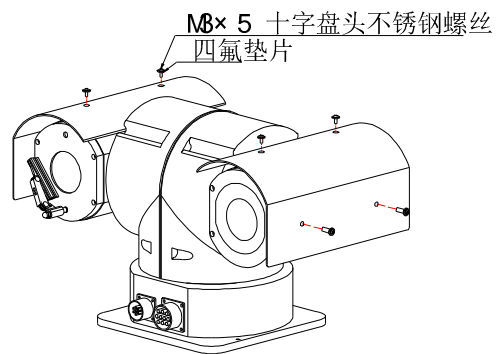

图 3
- 2) 用 4 个 M3×5 十字盘头不锈钢螺丝加 4 个 3.2×8×0.7 的四氟垫片（一个螺丝对应一个垫片）将遮阳罩固定在两边的中框的升高柱上（如图 3 所示）。